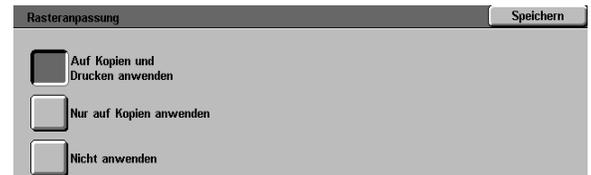

Abb. 50: Rasteranpassung
- Die Schaltfläche für die entsprechende Anwendung der Rasteranpassung betätigen (s. Abb. 50).